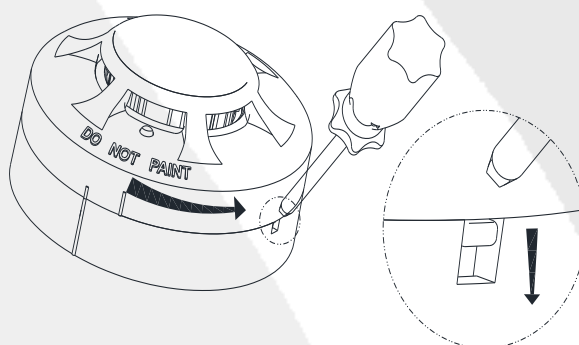

Fig. 1: Desconectar a cabeça do detector da caixa traseira
1. Remova o detector da base usando uma pequena chave de fenda para abaixar a trava. Em seguida, gire o dispositivo no sentido anti-horário (Fig. 1):